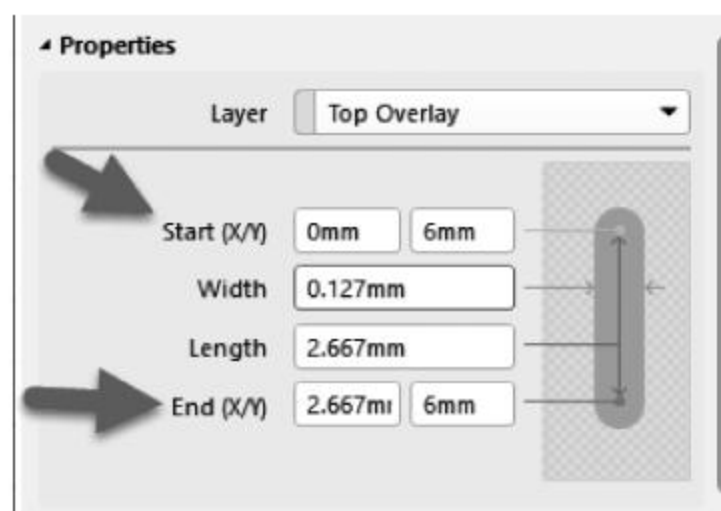

图 8-7 线条属性编辑面板
**解:** 首先任意画一根线条,然后双击该线条,在弹出的线条属性编辑面板的 Start (X/Y) 和 End (X/Y) 选项中设置其起始值和终止值,如图 8-7 所示。